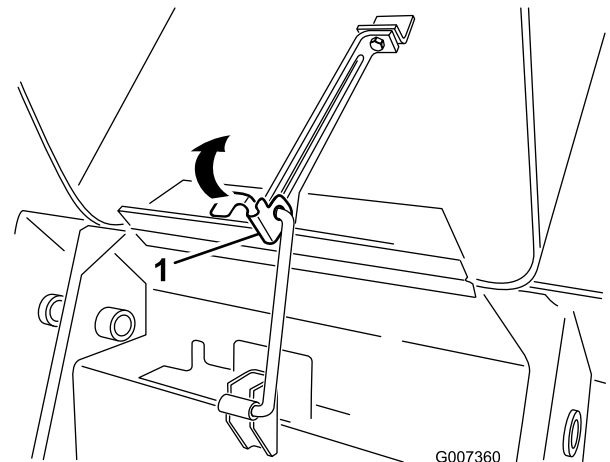

Figura 27
1. Sollevare la linguetta che assicura l'asta di supporto (Figura 27)